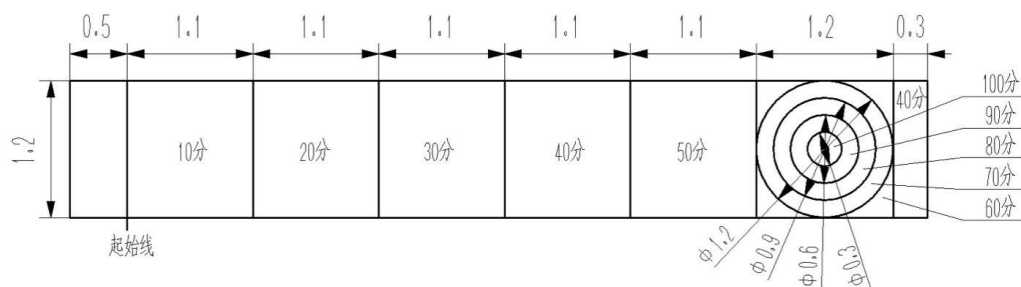

图1 车辆模型运动水平九级实操测试场地
7.2.2.3 行驶测试按图 1 进行，赛道边线、端线设置高 5 cm 挡条。